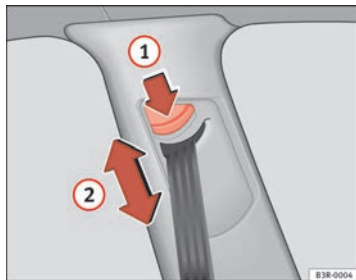

Abb. 16 Gurthöheneinstellung (Umlenkbeschlag)
- Drücken Sie die Taste ⇒ Abb. 16 ① der Gurthöhenverstellung.
- Verschieben Sie den Umlenkbeschlag nach oben bzw. unten, bis der Schultergurtteil ungefähr über die Schultermitte – **keinesfalls über den Hals** – verläuft ⇒ Abb. 16 ②, ⇒ **!** in „Gurtbandverlauf“ auf Seite 24.